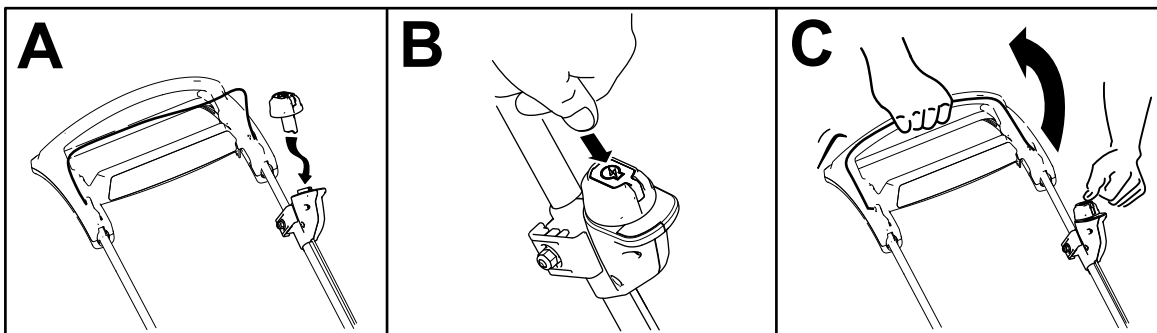

Figura 10
2. Introduzca el botón de arranque eléctrico en el interruptor de arranque eléctrico (Figura 10, A).
3. Pulse el botón de arranque eléctrico (Figura 10, B)
4. Apriete la barra de control de la cuchilla contra el manillar (Figura 10, C).